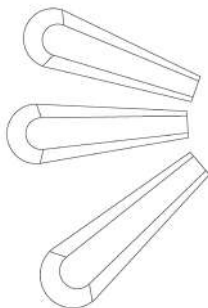

Рис. 105. Капсулаторка
3. **Капсулаторка** (рис. 105) предназначена для взятия из тары, перемещения и перемешивания порошковообразных и густых веществ.